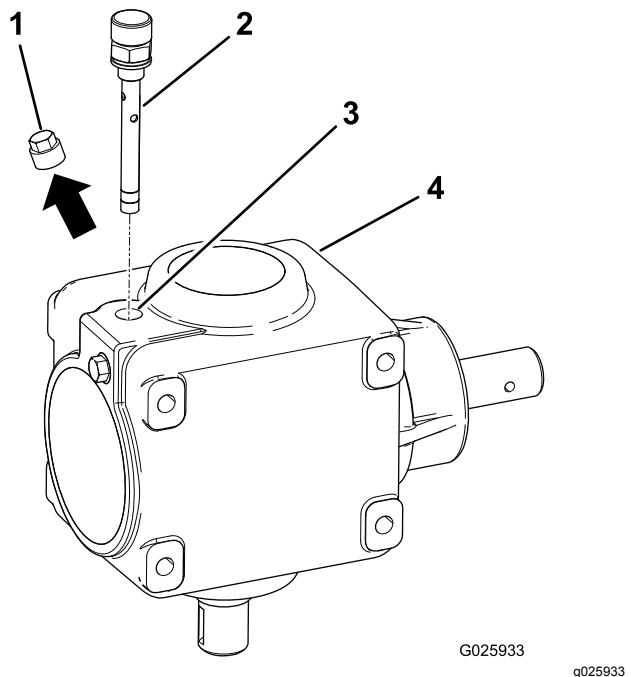

図 2
2. ギアボックスに取り付けられているプラグ図 2を外して廃棄する。
4. ブリーザをポート図 2に取り付けて、8.1-10.8 N·m0.8-1.1 kg.m=6-8 ft-lbにトルク締めする。